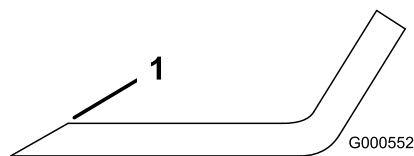

Figura 67
1. Utilice una lima para afilar el filo de corte en ambos extremos de la cuchilla (Figura 67).
Nota: Si la cuchilla no está equilibrada, rebaje algo el metal en la parte de la vela solamente con una lima (Figura 67).